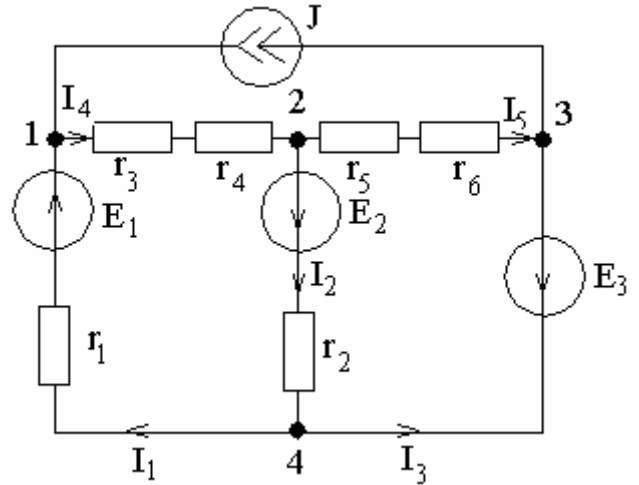

Рис. 47
17. Найти все токи методом узловых потенциалов (рис. 47), если $J=5$ А, $E_1=100$ В, $E_2=200$ В, $r_1=10$ Ом, $r_2=5$ Ом, $r_3=3$ Ом, $r_4=7$ Ом, $r_5=3$ Ом, $r_6=2$ Ом.